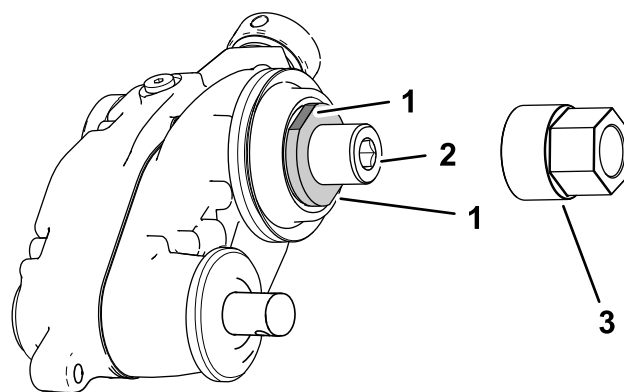

Figura 6
**Nota:** Ao apertar o adaptador do cilindro e eixo da caixa do rastelo o eixo com uma chave de 1-3/8 pol e bloqueada numa chave plana na parte interior da caixa de transmissão do rastelo (Figura 6).